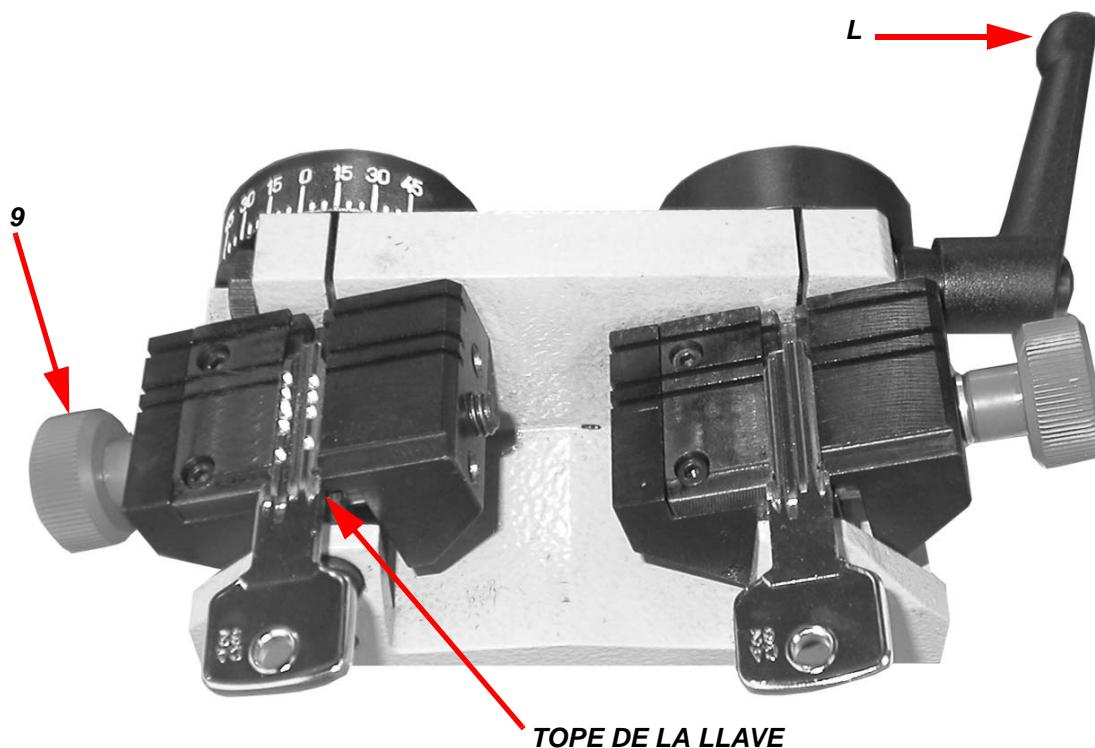

Figura 30: Ubicación llaves BIANCHI 304
2. Ponga la llave de modo que el tope (ver "Leyenda de los términos" a la página 3) apoye contra la abrazadera (como en figura 30);
3. Fijar la llave a la abrazadera a través de la manilla (9);
10. Poner en marcha la máquina por medio del interruptor (1) en "ON";